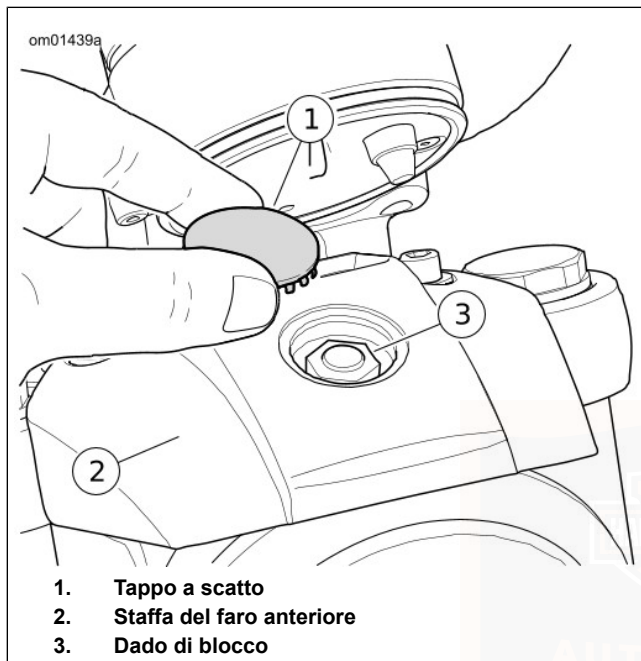

**Figura 57. Regolazione del faro anteriore:
- a. Vedere Figura 57. Allentare la vite per la regolazione orizzontale (3).
- a. Allentare il dado bloccante (1) del bullone per la regolazione verticale.